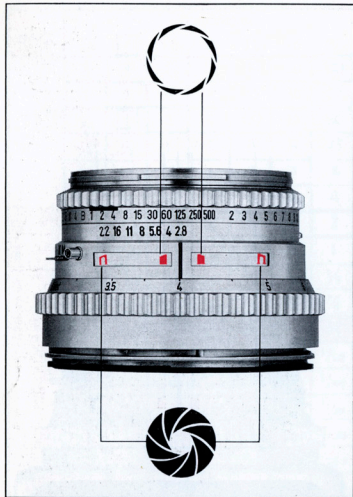

Fig. 11
Pour la mise au point, tourner la couronne de mise au point (4) jusqu'à ce que l'image du sujet à photographier soit absolument nette sur le dépoli. Par diaphragmation manuelle à l'aide du levier (12), il est ensuite possible de contrôler la profondeur de champ sur le dépoli. L'étendue de cette profondeur de champ sera d'autant plus grande que l'ouverture du diaphragme sera faible (voir Fig. 11).
L'indicateur de profondeur de champ est constitué par deux index rouges, parallèles, disposés de part et d'autre du trait-repère central et susceptibles d'être plus ou moins rapprochés, selon l'ouverture du diaphragme. L'ouverture de diaphragme maximale donne une profondeur de champ minimale et correspond donc à un écartement minimum des index mobiles, alors qu'une petite ouverture de diaphragme donne une profondeur de champ étendue et correspond donc à un grand écartement des index mobiles. Voir la Figure 11 où le cercle de faible épaisseur indique la position des index mobiles pour l'ouverture de diaphragme maximale (2,8), alors que le cercle plus